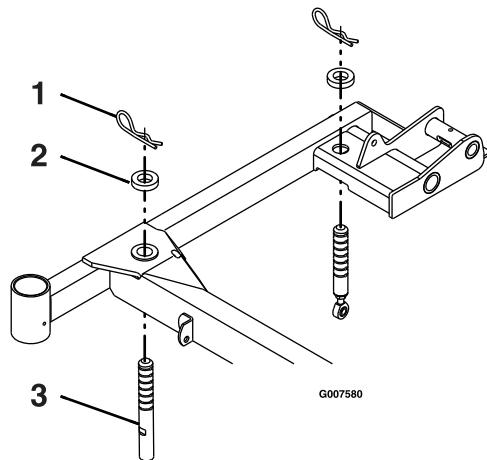

Figura 69
- Compruebe que todos los pasadores de horquilla están en los taladros de altura de corte de 7.62 cm (3") con los espaciadores debajo de los pasadores de horquilla (Figura 69).
5. Acorte o alargue cada pasador de soporte de la carcasa de corte para obtener una altura en la punta de las cuchillas de 7.62 cm (3") en la parte delantera de la carcasa y 8.26 cm (3¼") en la parte trasera de la carcasa (Figura 69).